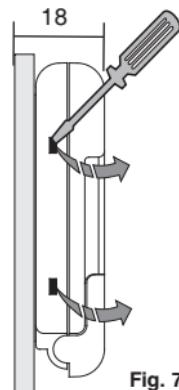

Fig. 7
- Para retirar el cronotermóstato de la base, levantar con un pequeño destornillador en los dientes de fijación (fig. 7).